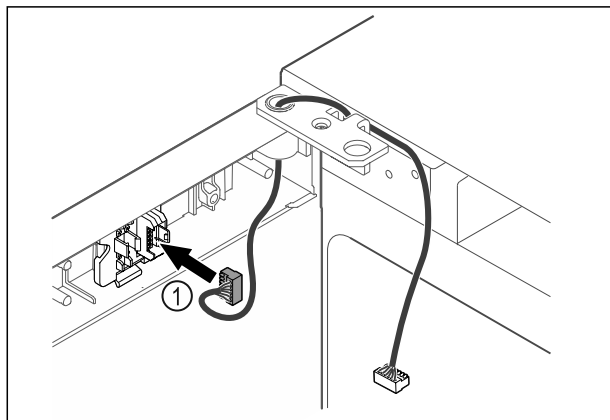

Fig. 59
- Ievietojiet spraudni Fig. 59 (1) spraudņa turētājā.